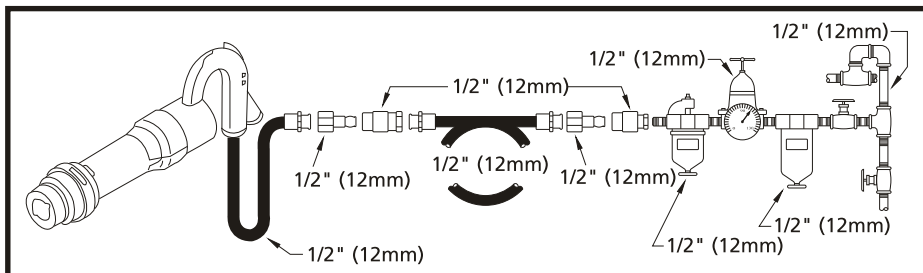

Figura 2 - Preparación de Tubería de Aire Recomendada
2. Suministro de aire limpio y seco de 620 kPa. Una presión superior reduciría muy considerablemente la vida de la herramienta. Conecte la herramienta en la línea de aire usando el tubo y la manguera; encaje las piezas según los tamaños indicados en Figura 2.
Consulte Figura 2 para realizar una instalación adecuada.